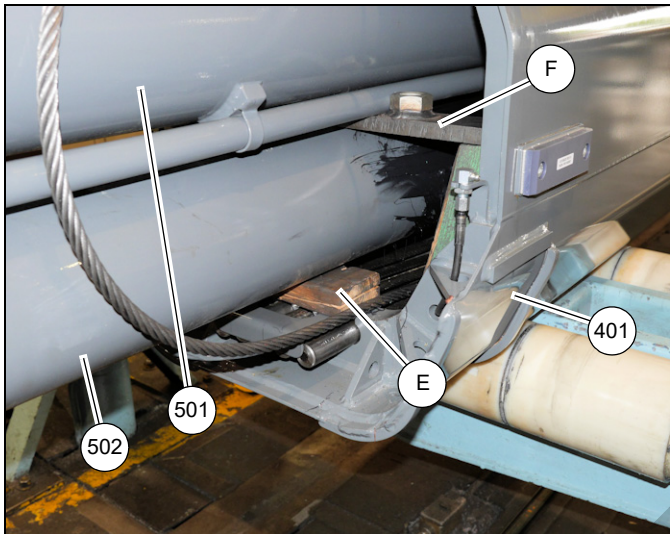

FIGURA 4-85
**34.** Coloque un bloque de madera (E) encima de los cinco cables de extensión (6) en la parte trasera de la sección telescópica 3 (401), luego ponga el cilindro telescópico N.º 1 (502) en el bloque de madera. Use bloques de madera o material similar (F) a cada lado del cilindro telescópico N.º 1 (502), coloque bloques debajo del cilindro telescópico N.º 2 (501) de modo que no se
asiente encima del cilindro N.º 1 (502) (vea la Figura 4-85).